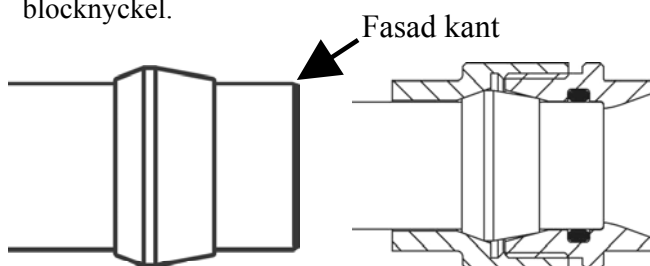

Bild 1
2. Montera skärring enligt Fig 1&2 nedan och se till att röret bottenar i packbox och går förbi o-ring tätning. Kabelgenomföring dras med 2 st 24 mm blocknyckel.